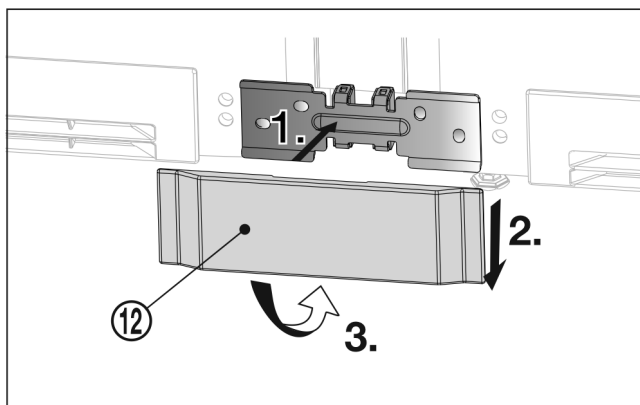

Fig. 32
- ▶ Poser le cache Fig. 32 (12) inférieur de devant sur l'équerre Fig. 32 (1), exercer une pression vers le bas Fig. 32 (2) et encliqueter en bas Fig. 32 (3).